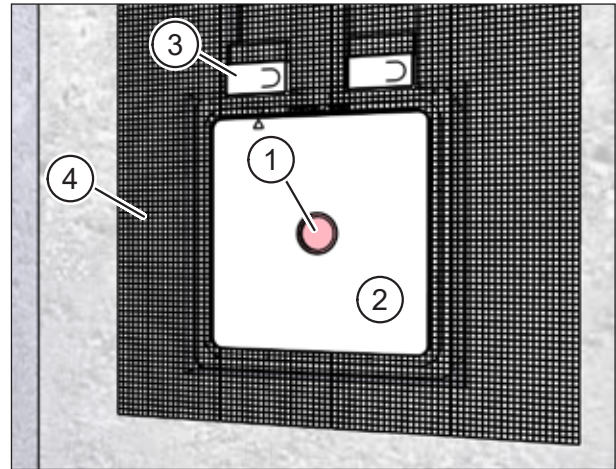

Abb. 24: Montageset im Innenbereich einputzen
- ▶ Achten Sie darauf, dass der Signaldeckel (Pos. 1 in Abb. 24) im Putzschutzdeckel (Pos. 2 in Abb. 24) sitzt.
- ▶ Achten Sie darauf, dass die Putzschutzdeckel (Pos. 3 in Abb. 24) in den 90°-Winkeln sitzen.
- ▶ Bringen Sie das Putzgewebe M-WRG-PG (Pos. 3 in Abb. 24) auf dem Montageset und der Massivwand an.